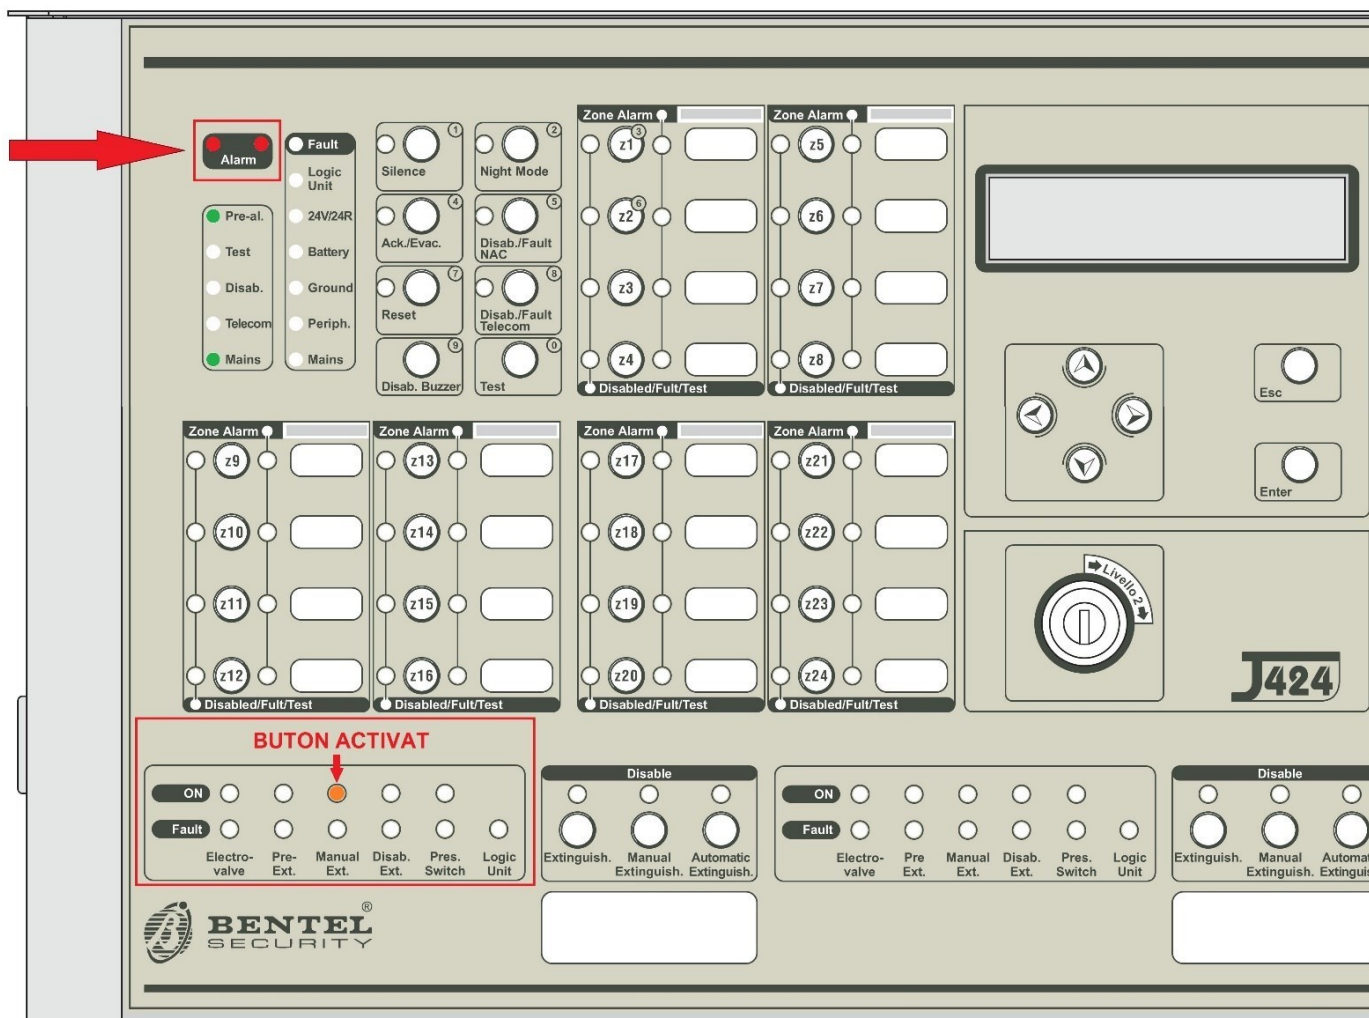

Fig. 5 - Buton activat
- La apăsarea butonului de **STINGERE** (*fig. 8, pag. 10*), va porni automat avertizarea acustică și optică (sirenele), cu declanșarea procedurii de stingere. Pe panoul centralei se va aprinde, LED-ul roșu, în dreptul *Alarm* și portocaliu, în dreptul *Manual Extinction* (*Stingere Manuală – fig. 5*). La activarea electrovalvei care face posibilă descărcarea gazului în incinta protejată, se va aprinde led-ul roșu din dreptul *Electrovalve* (*Electrovalva – fig. 5*). La apăsarea butonului galben asigurați-vă că ușa incintei protejate este închisă.